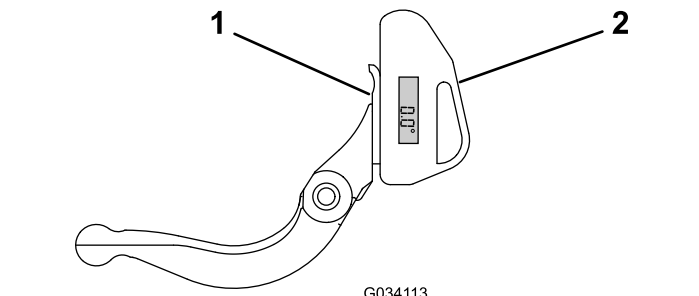

Figura 28
- 1. Coloque o indicador de ângulo no lado inferior da lâmina de corte, como se ilustra na Figura 28.